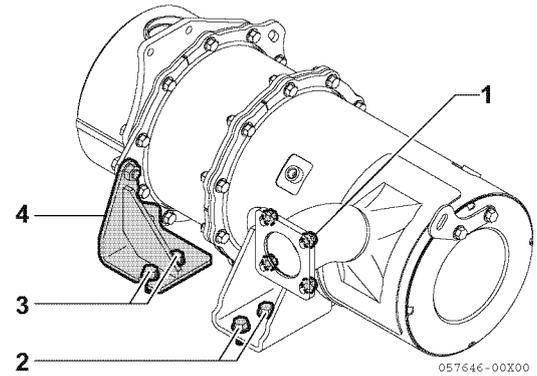

Figure 13-20
- Retirez les 4 écrous à embase M8 (1, **Figure 13-20**) de la bride de la tubulure d'échappement.
- Retirez les boulons à bride M10 (2 pièces chaque, 4 pièces au total) (2, 3, **Figure 13-20**) qui fixent les renforts (2 emplacements) (à l'arrière du boîtier du FAP), qui fixent eux-mêmes le FAP.